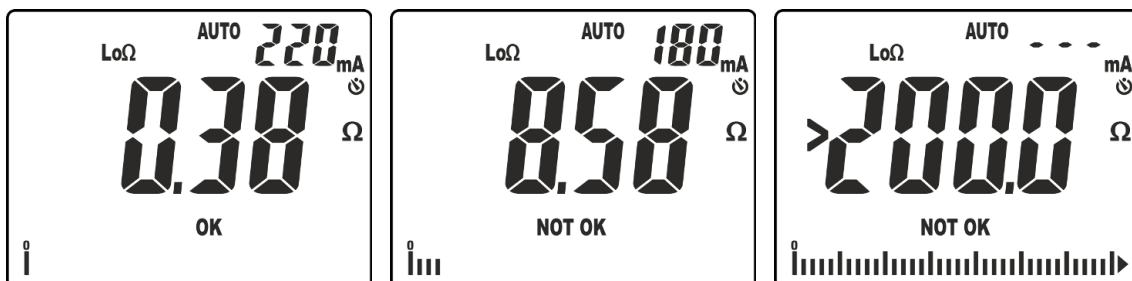

Fig. 28: Risultati della misura di continuità in modo AUTO
10. Nella videata di Fig. 28 – parte sinistra è presente un risultato positivo del test "OK" (valore minore della soglia impostata e corrente di prova >200mA). Nella videata di Fig. 28 – parte centrale è presente un risultato negativo del test "NOT OK" (valore superiore alla soglia impostata e corrente di prova <200mA). Nella videata di Fig. 28 – parte destra è presente risultato negativo "NOT OK" corrispondente al fuori scala (simbolo ">200.0")